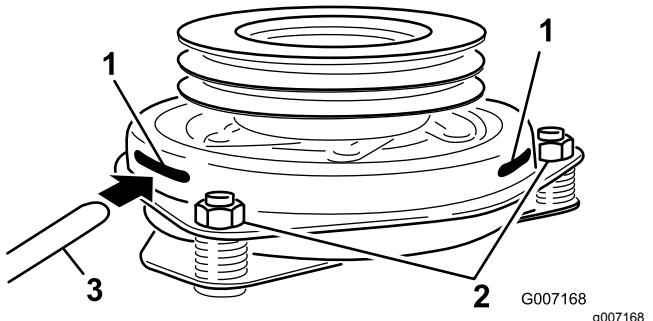

Figura 83
- Insira um apalpa-folgas de 0,381 a 0,533 mm através de uma ranhura de inspeção na parte lateral do conjunto (Figura 83).
- Aperte as porcas de bloqueio até haver uma ligeira dobra no apalpa-folgas, mas desde que continue a mover-se facilmente dentro do entreferro (Figura 83).